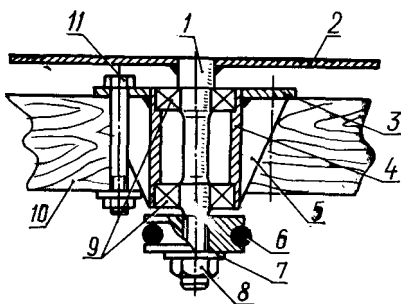

Рис. 4. Узел вертикальной оси электрического гончарного круга:
Рассмотрим порядок изготовления простого гончарного круга с электроприводом. Размеры деталей зависят от применяемого электродвигателя и величины изделия. Стол и ножки станка изготовьте из доски толщиной 40—50 мм и соедините шипами на клею. Конструкция должна быть прочной. Наиболее сложная часть гончарного круга — узел вертикальной оси с подшипниками (рис. 4). Этот узел состоит из металлического корпуса (4), в котором установлена вертикальная ось (1), вращающаяся на двух подшипниках (9). Между кругом (2) и столом (10) станка находится фланец (3), который крепится к крышке стола четырьмя болтами (11). Прочность конструкции узла создают ребра